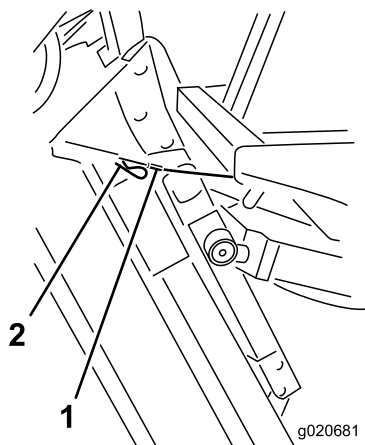

Figure 119
6. Tout en maintenant le plateau à la verticale, placez l'extrémité du câble sur l'axe du bras de levage et fixez-le en position à l'aide de la goupille fendue (Figure 119).